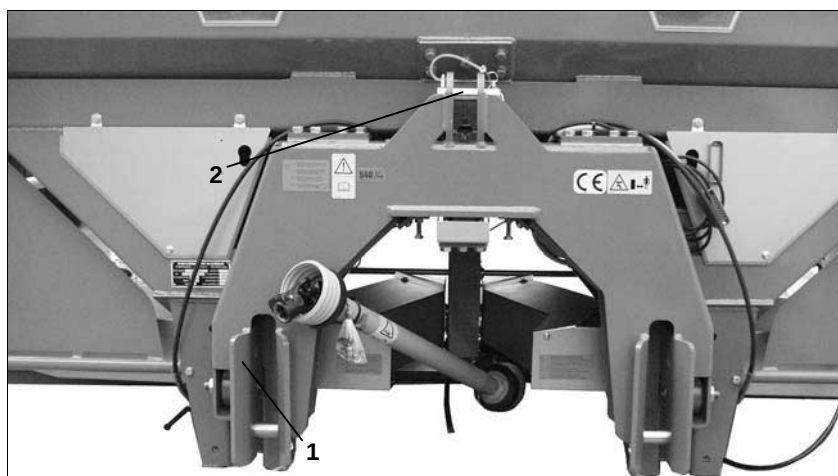

Fig.7
- Traktorens lift arme monteres med splitbolten (Kat. III) (Fig.7/2 og sikres med ringsplitter. Boltene (5.1/1) til liftarmene monteret i de øverste huller i liftkonsollerne på sprederen. De nederste tilkoblingspunkter gør det muligt at sprederen kan forøge arbejdshøjden med 180 mm (f.eks. til sengøds kning)
- Topstangen monteres med splitbolten (Kat. III) (Fig.7/2) og sikres med en ringsplit.